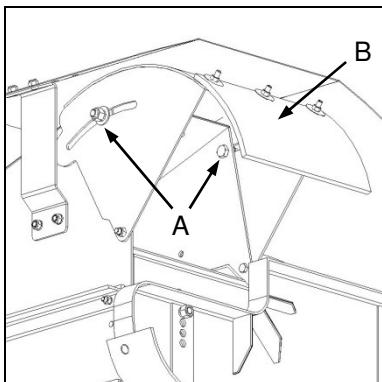

Fig. 6
- ✓ Loosen the locking nuts (Fig. 6-A) situated on both sides of the discharge hood.
- ✓ Tilt the discharge hood (Fig. 6-B) to the appropriate angle and retighten the locking nuts.
- ✓ Draai die sluitmoere (Fig. 6-A) aan albei kante van die afvoerkap los.
- ✓ Kantel die afvoerkap (Fig. 6-B) tot dit die gepaste hoek bereik en draai die sluitmoere weer vas.